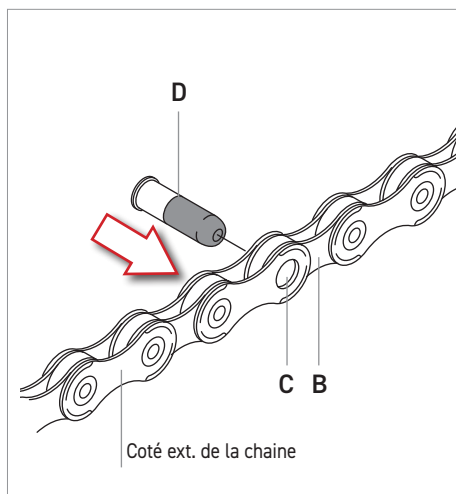

Fig.6
- Positionnez la joue intérieure (B - Fig. 6) dans la joue extérieure (C - Fig. 6), puis insérez la portion de guidage de la bague de liaison (D - Fig. 6) dans le trou du maillon en agissant du côté intérieur de la chaîne vers le côté extérieur.